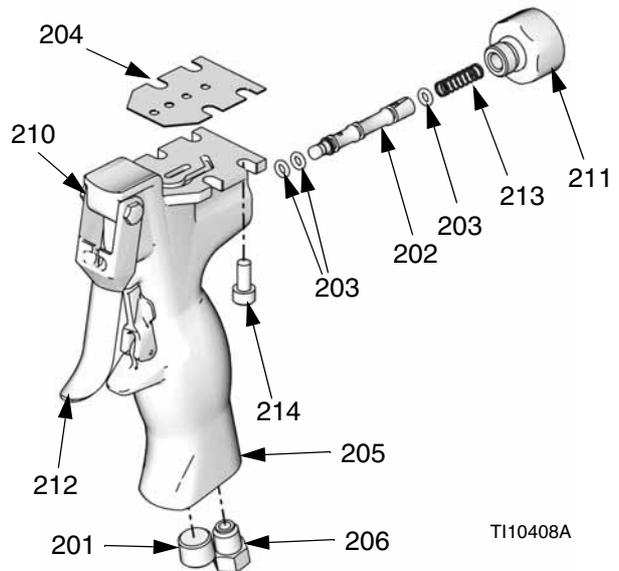

FIG. 7
1. Lubrifiez généreusement les joints toriques (203) puis replacez-les. Installez la bobine (202) et le ressort (213). Serrez le bouchon (211) jusqu'à atteindre 125-135 livres-pouces (14-15 N•m). Voir FIG. 7.
2. Alignez le joint (204) et la vanne de distribution avec le haut de la poignée (205). Serrez les quatre vis au même couple (214) de 15-20 livres-pouces (1,7-2,2 N•m).